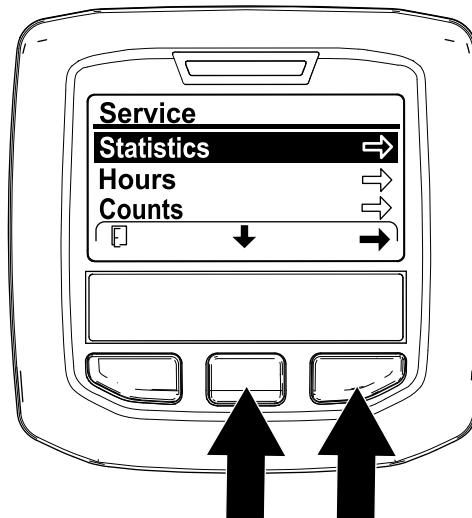

图 104
- 在 SERVICE 维护屏幕上按中间 InfoCenter 信息中心按钮直至 STATISTICS 统计选项被选定然后按右侧按钮图 104。